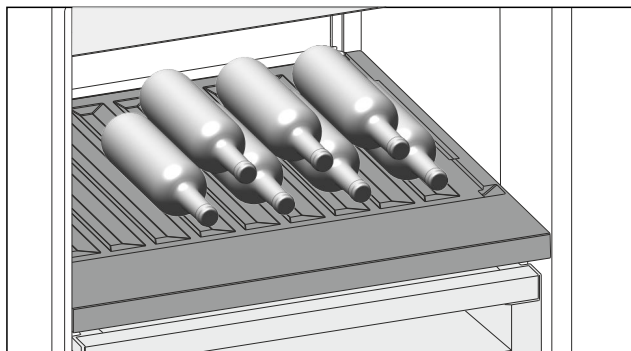

Fig. 195 Примерное изображение
- ▶ Бутылки укладывают дном к задней стенке. (см. Fig. 195)